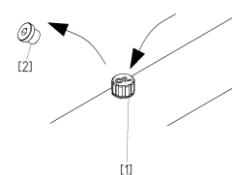

Fig. 1
- Erstat skruerproppen (2) med udluftningsproppen (1) (se Fig.1)